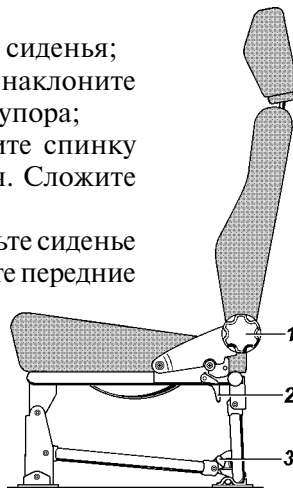

Рис. 3.8. Заднее трехместное сиденье:
Заднее трехместное сиденье (рис. 3.8) может быть разложено для организации спального места или сложено для увеличения объема грузового помещения.
- вращением ручек 1 (см. рис.3.8) наклоните спинки заднего трехместного сиденья назад до упора в подушки откидных сидений;
-вращением ручек 1 (см. рис.3.8) наклоните спинки заднего сиденья вперед до упора;